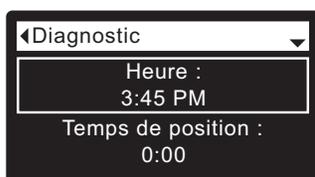

FIG. 88
8. Appuyez sur le sélecteur (O) pour ouvrir l'écran de diagnostic (cf. Figure 88).